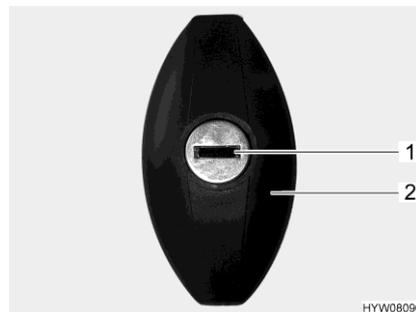

Fig. 42 Serrure du portillon
- Insérer la clé dans le barillet (Fig. 42,1) et la tourner d'un demi-tour dans le sens inverse des aiguilles d'une montre. La poignée de la serrure (Fig. 42,2) ressort.